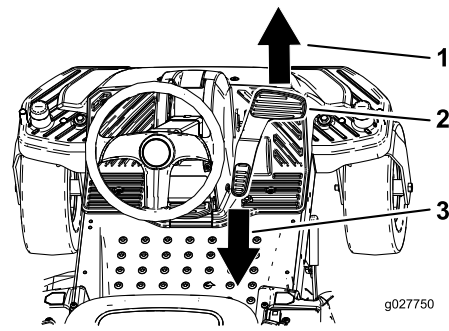

Bild 27
3. Stellen Sie den Fuß auf das Fahrtriebspedal und treten langsam oben auf das Pedal, um vorwärts zu fahren, oder unten auf das Pedal, um rückwärts zu fahren (Bild 27).